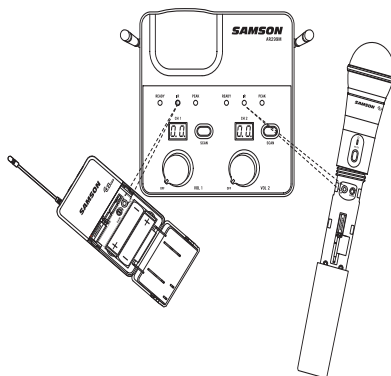

Figure 2
5. Avec l'émetteur POWER en position « on », placez l'émetteur CH88 ou CB88 à environ 6-12" (15-30 cm) de l'avant de l'AR299m avec le compartiment des piles de l'émetteur ouvert et la fenêtre IR face à l'émetteur IR sur le panneau avant du récepteur AR299m (figure 2).